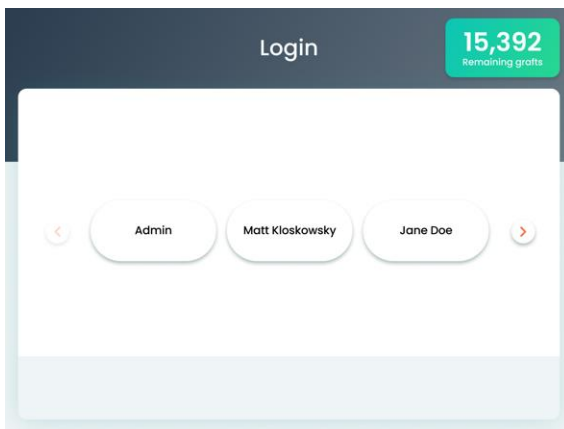

Figure 5-2. Écran Login Account Selection (Sélection du compte de connexion)
4. Attendez que le système termine le processus de démarrage et affiche l'écran Login Account Selection (Sélection du compte de connexion), comme illustré à la Figure 5-2.
1. Vérifiez que le système est allumé et que l'écran Account Selection (Sélection de compte) apparaît, comme illustré à la Figure 5-2.
- L'écran Login Account Selection (Sélection du compte de connexion) apparaît, comme illustré à la Figure 5-2.